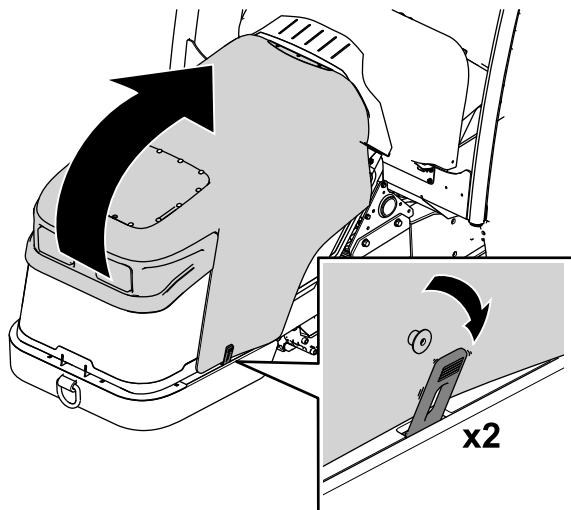

Figura 68
1. Rilasciate le cinghie da ciascun lato della macchina (Figura 68).
2. Alzate il cofano (Figura 68).